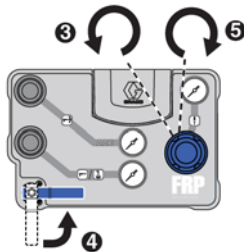

FIG. 18
- Gire el regulador de presión de suministro de aire principal completamente en sentido contrario a las agujas del reloj para aliviar presión y ajustar la presión en cero. Consulte FIG. 18.
- Gire la válvula de bola de suministro de aire principal a la posición de abierta. Consulte FIG. 18.
- Gire lentamente el regulador de presión de suministro de aire principal en sentido horario hasta que la bomba comience a moverse y efectúe por sí misma el cambio de sentido. No sobrepase nunca los 20 psi (0,14 MPa; 1,4 bar). Consulte FIG. 18.